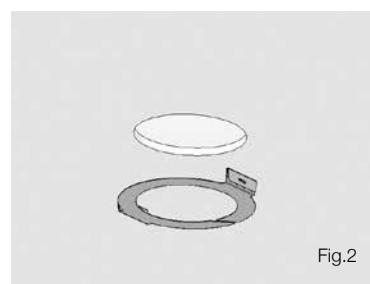

Fig.2
2. Coupez le trou dans le plafond au moyen d'une scie à guichet, puis faites glisser la fixation en C dans le plafond en l'alignant sur la découpe (Fig.2).